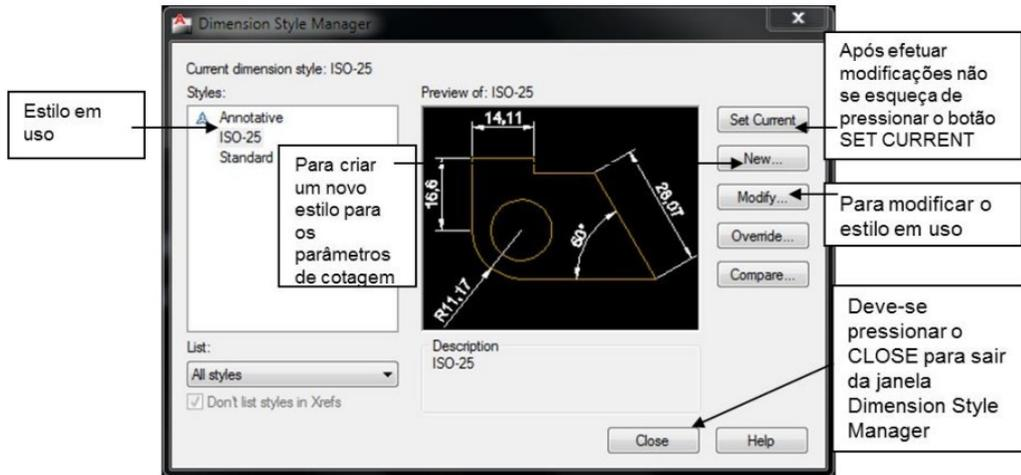

Figura 8.4 - Janela Dimension Style Manager.
- Acesse a opção por meio de uma das formas apresentadas anteriormente. Na área de trabalho aparecerá uma janela similar à apresentada na figura 8.4.
8. Pressione o botão *OK* com o auxílio do mouse, que fica na parte inferior da janela *Modify Dimension Style*. O programa retornará para a janela *Dimension Style Manager* (figura 8.4).